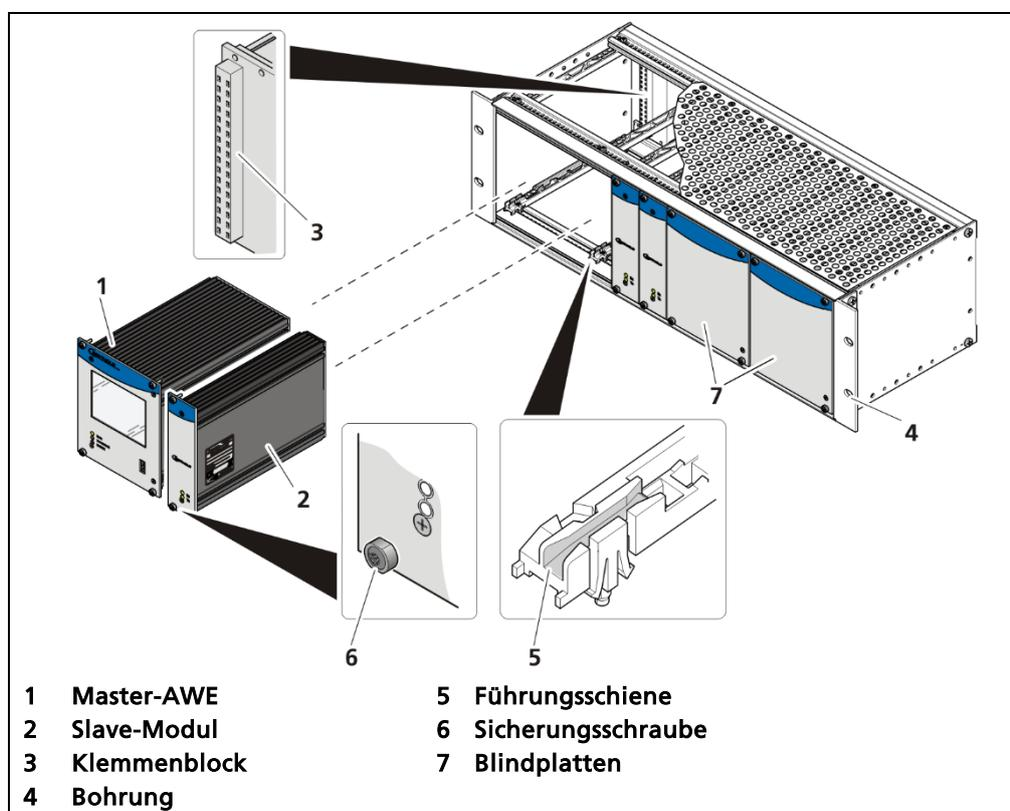

Abb. 13 19"-Baugruppenträger mit Klemmenblöcken (Bsp.: 1x Master, 3x Slave)
Der Baugruppenträger wird in einem 19" Schaltschrank oder einem Bedienpult (Schalttafel) eingebaut. Zur Befestigung des Baugruppenträgers dienen die 4 seitlichen Bohrungen (Abb. 13, Pos.4), die mit den passenden Schrauben zu versehen sind.
Die Master-AWEs / Slave-Module müssen durch Sicherungsschrauben (Abb. 13, Pos. 6) gesichert werden.
1. Master-AWE / Slave-Modul (Abb. 13, Pos.1, Pos.2) in die Führungsschienen (Abb. 13, Pos.5) setzen.
3. Sicherungsschrauben (Abb. 13, Pos.6) anziehen.